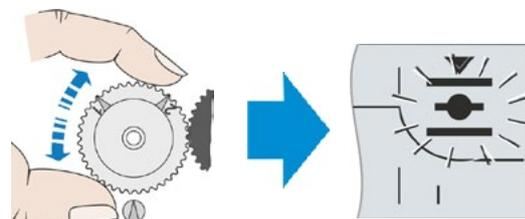

Fig. 6: Dreie planethjulet til midtstilling til endeosisjonssymbolet blinker
8. Bare ved utvekslingsgir: Drei planethjulet på utvekslingsgiret til midtstilling. Markeringene 1 og 2 vender oppover og endeosisjonssymbolet for den valgte endeosisjonen blinker (Fig. 6).